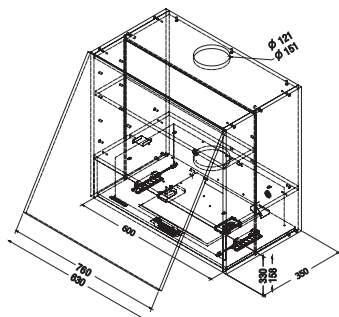

Fig. 16
- Ubique la campana en el lugar de instalación. Coloque los tornillos contenidos en la bolsa de accesorios, para lo anterior utilice los ojos de llave, colocando los tornillos en la parte más angosta de los mismos. Ver fig. 16